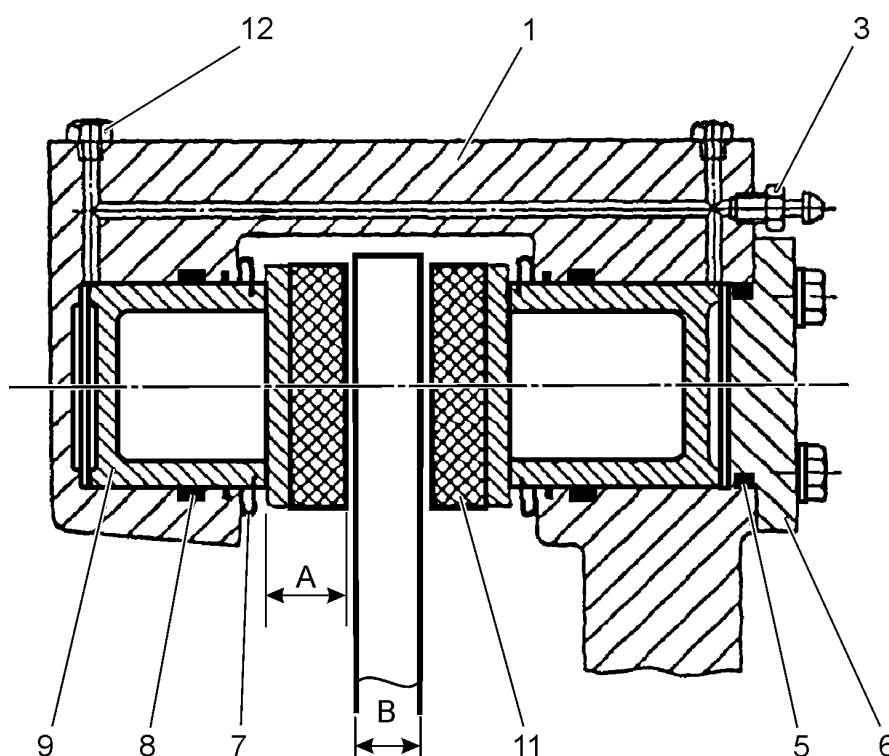
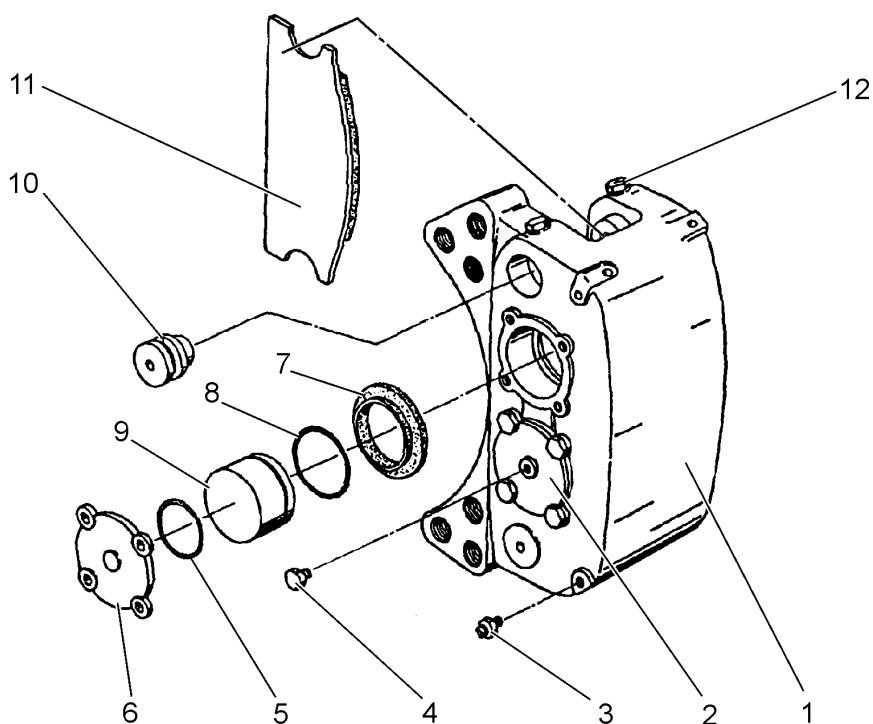

Рис. 4.15. Суппорт (головка) рабочего тормоза (разрез)
Рис. 4.16. Суппорт (головка) рабочего тормоза (вид)
На погрузчике установлены шесть суппортов рабочего тормоза. По одному суппорту на каждое заднее колесо и по два суппорта на каждое переднее колесо. При торможении тормозная жидкость подается под давлением главным тормозным цилиндром в рабочие гидроцилиндры в суппортах. Под давлением тормозной жидкости поршни (9, Рис. 4.15.) постепенно перемещаются и прижимают фрикционные колодки (11) к тормозным дискам рабочего (главного) тормоза.
Спецификация к Рис. 4.15. и к Рис. 4.16.:
38. СНЯТИЕ И РАЗБОРКА (Рис. 4.15. и 4.16.)
4. Приоткрутить стопорные болты (12, рис. 4.15.) и вытянуть на наружную сторону шкворни (10). Для вытягивания шкворней можно использовать вспомогательные (съемные) отверстия с резьбой M14.
40. СБОРКА И УСТАНОВКА (Рис. 4.15. и 4.16.)
Фрикционная колодка (11, Рис. 4.15.) должна быть заменена, если она изношена до минимально допускаемой величины, то есть до $A = 9$ [мм]
Если фрикционная колодка изнашивается на величину выше допускаемой, то поршень может выйти из уплотнения и в результате этого произойдет утечка тормозной жидкости. В таком случае при замене фрикционных колодок следует поступать в соответствии с нижеуказанными инструкциями (наименования и номера деталей приведены в соответствии с Рис. 4.15. и 4.16.):
Каждый раз при замене фрикционных колодок необходимо проверять состояние тормозных дисков, взаимодействующих с фрикционными колодками. Если вследствие повышенного износа, толщина тормозного диска окажется менее минимально допускаемой $B = 11.5$ [мм] (смотри Рис. 4.15.), то такой диск должен быть заменен на новый.
Следует помнить, что тормоза с новыми колодками не обеспечивают максимального момента торможения. В этом случае момент торможения может быть равен только 50 [%] от минимального момента торможения. После механического притирания фрикционных колодок (11, Рис. 4.15.) с тормозным диском фрикционная колодка прилегает к тормозному диску полной рабочей поверхностью и эффективность торможения возрастает до заданного значения, смотри пункт 2 «ПРОВЕРКА ЭФФЕКТИВНОСТИ ДЕЙСТВИЯ ТОРМОЗА».